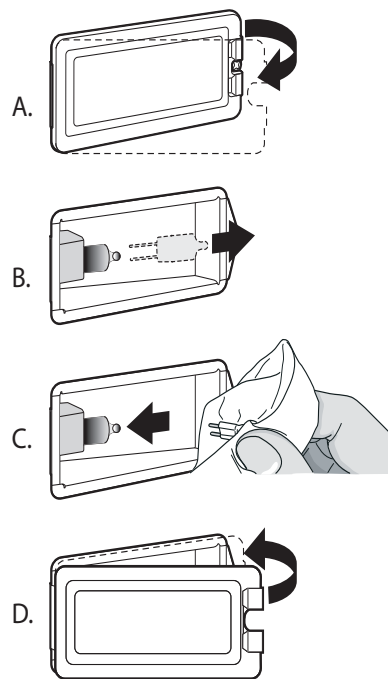

Figure 31 : Emplacement de l'ouverture
3. Insérez la pointe d'un tournevis plat entre l'attache de fixation et le boîtier de la lampe (Figure 31, A).
6. Enlevez le couvercle de la lentille de verre et l'attache de fixation (Figure 31, B).
8. Ne touchez pas au verre de la nouvelle ampoule de remplacement avec vos doigts, sans quoi elle ne fonctionnera pas lorsque vous l'allumerez. Prenez l'ampoule de remplacement avec un linge sec et propre. Localisez les deux fentes du support de céramique en y poussant doucement les deux broches de l'ampoule (Figure 31, C).
11. Rallumez le disjoncteur (Figure 31, D).